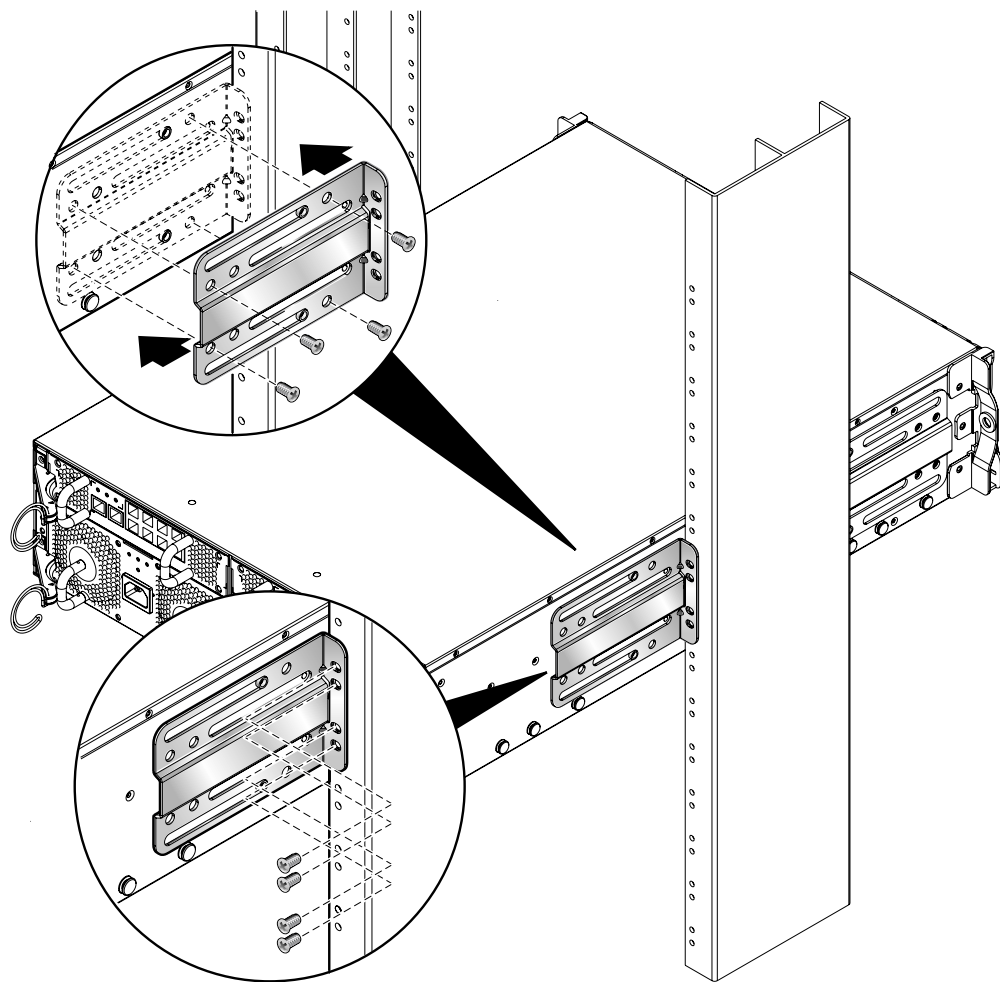

図 3-12 背面側の固定部品の取り付け (19インチ 2 ポストラック)
5. 背面側の固定部品をシステムシャーシに取り付けて、2 ポストラックに取り付けます (図 3-12)。